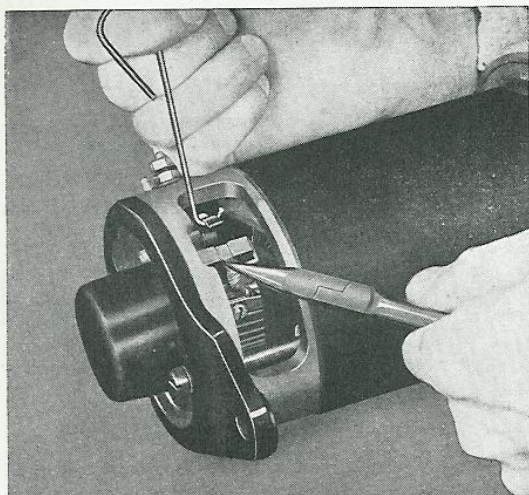

Bild 5. Demontering av elborste
2. Skruva loss elborstarnas anslutningsledningar. Lyft fjädrarna för elborstarna med en krok och dra upp elborstarna, bild 5.